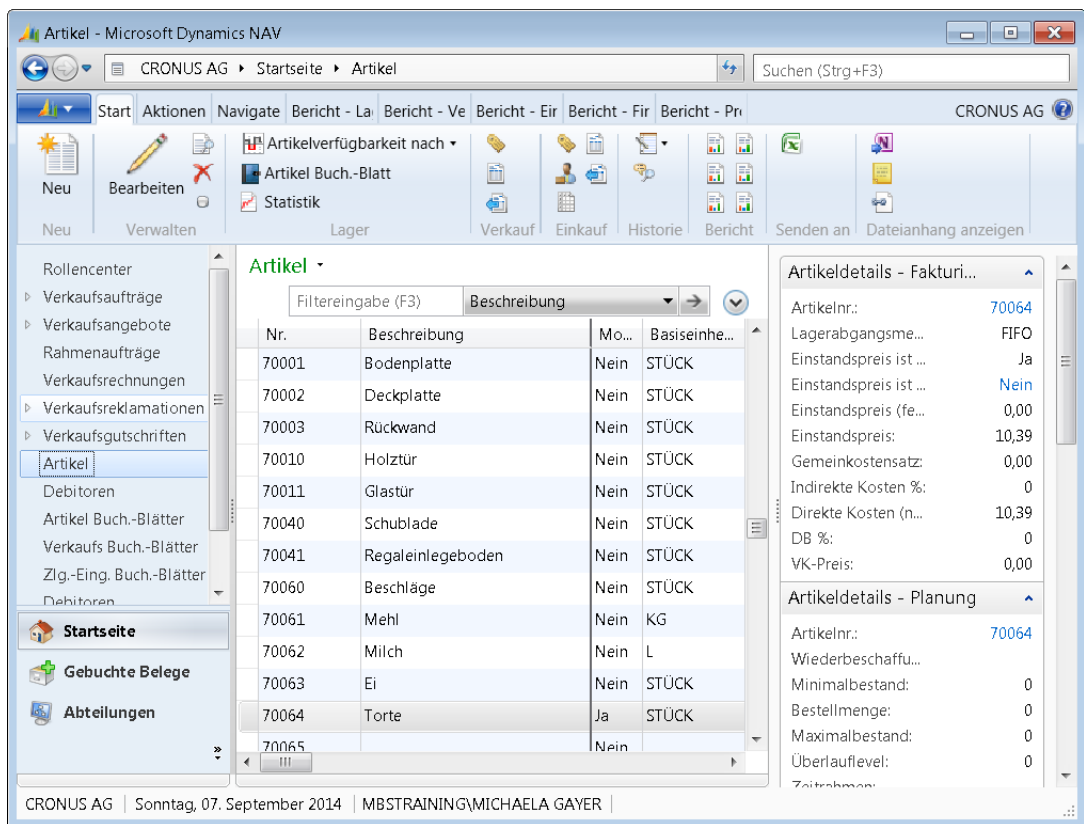

Abbildung 2.3 Aufruf der Artikelübersicht aus der Startseite
1. Im Menü *Startseite* wählen Sie die Menüoption *Artikel*, um die Artikelübersicht (Listenplatz *Artikel*) zu öffnen (siehe Abbildung 2.3).